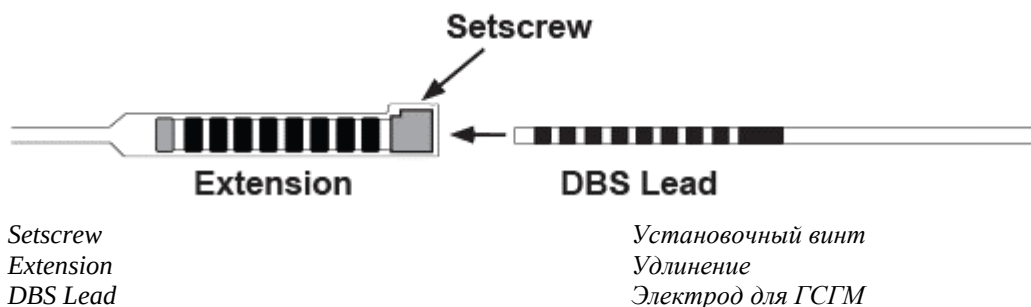

Рисунок 29. Электрод для ГСГМ и разъем удлинителя электродов
1. Убедитесь, что установочный винт не ограничивает входной порт на разъеме удлинителя электродов, отвернув установочный винт на 1-2 оборота с помощью динамометрического ключа (рисунок 29).